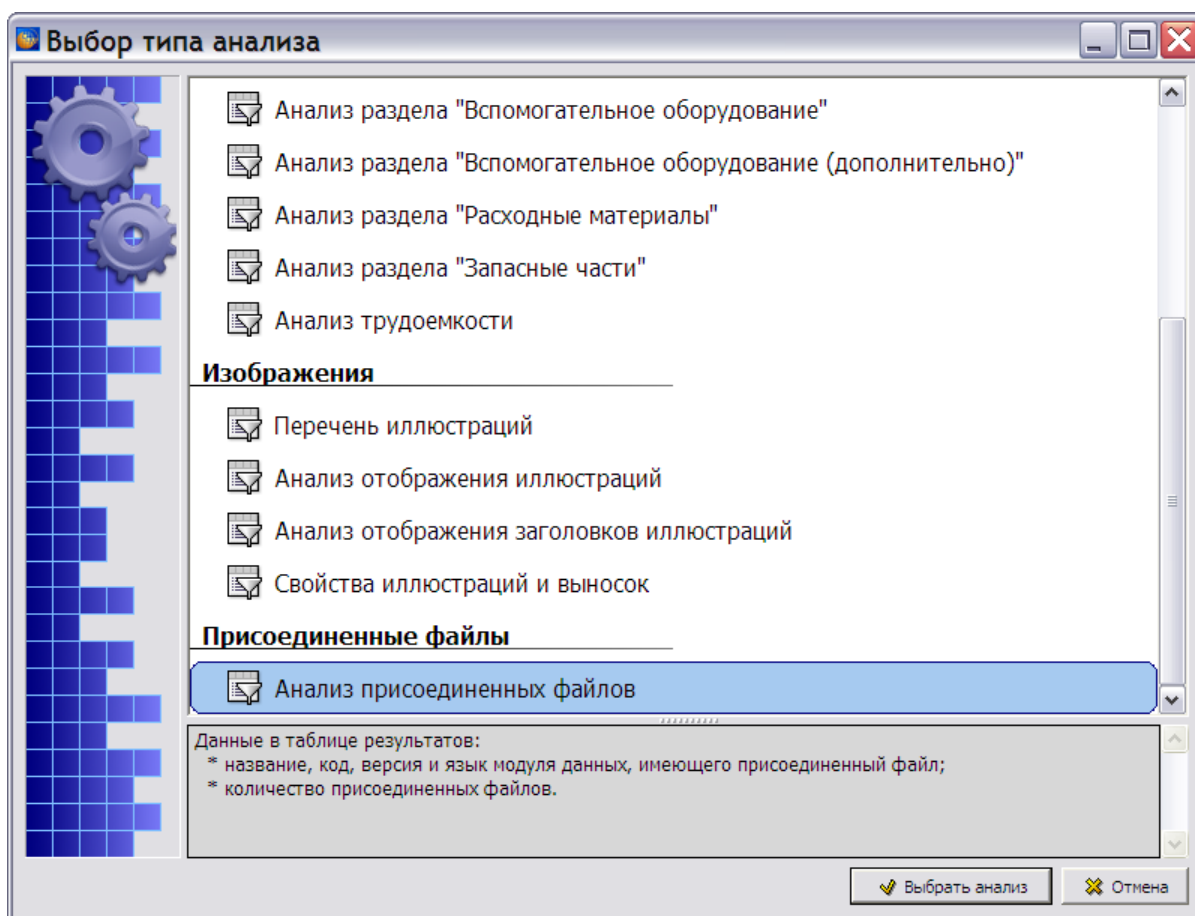

Рис. 21.167
1. В окне **Выбор типа анализа** выберите тип анализа «Анализ присоединенных файлов» (Рис. 21.167).